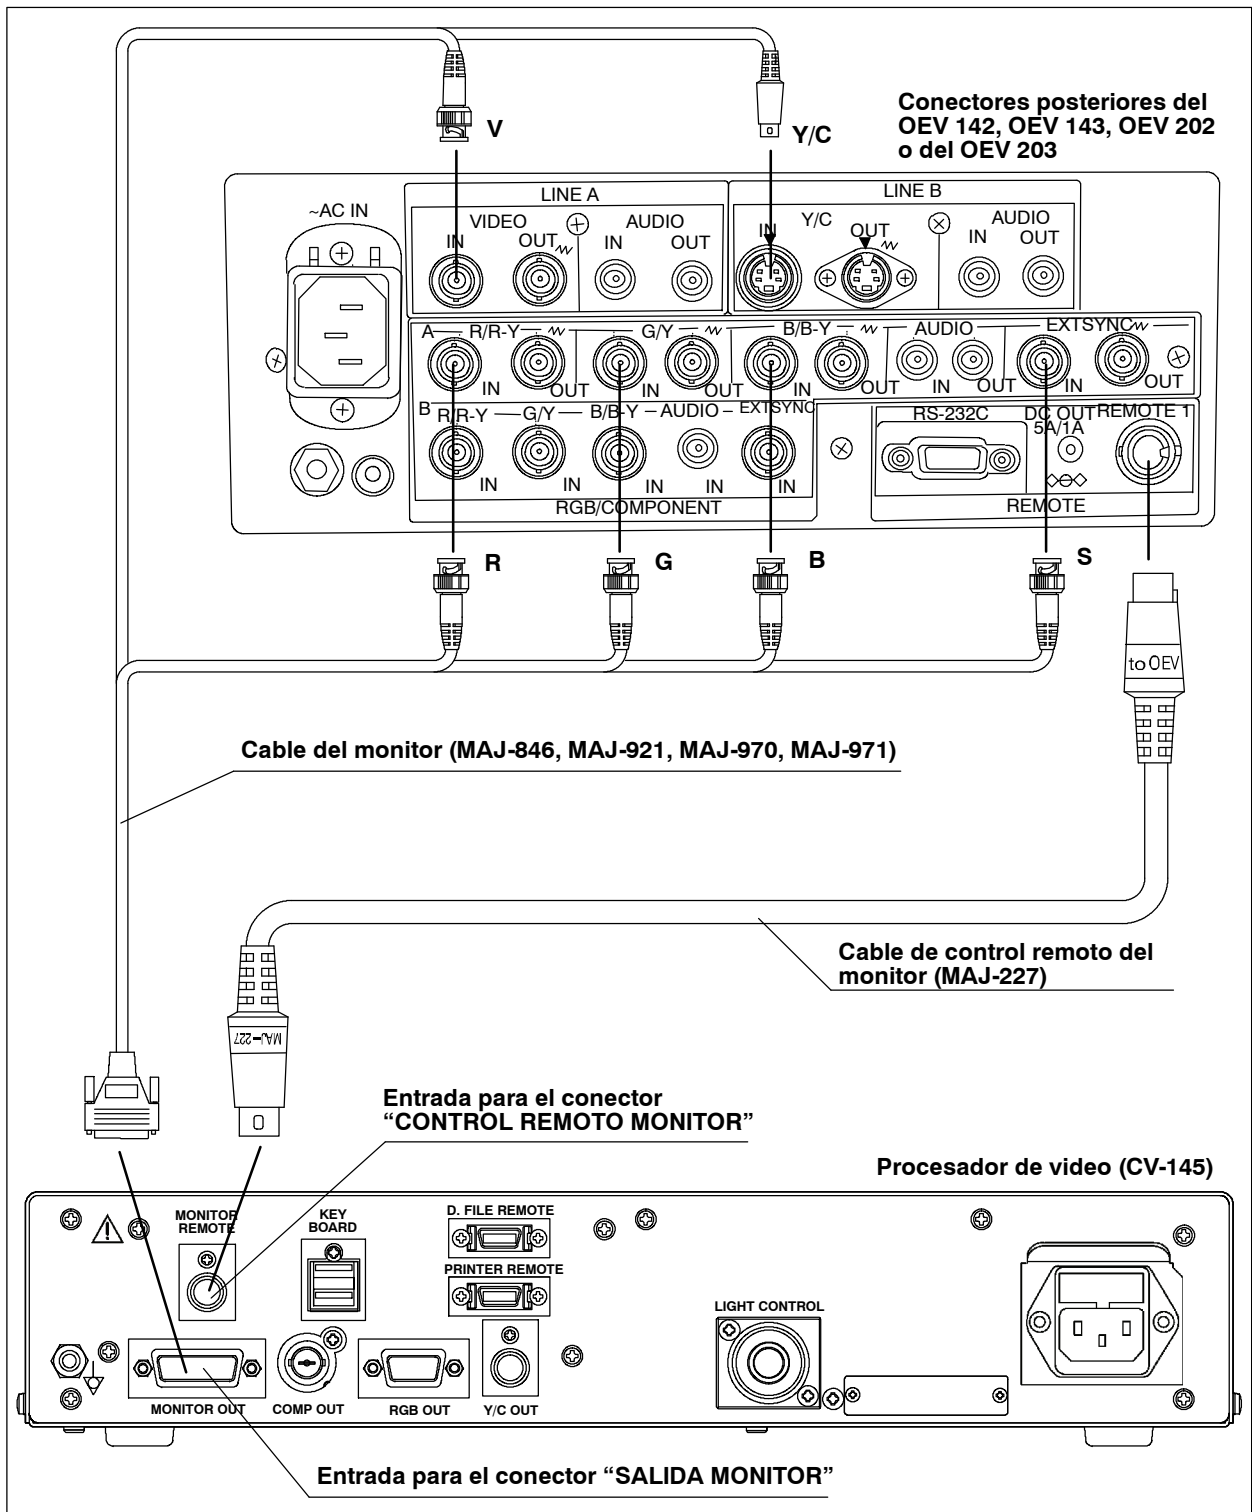

Figura 3.11
3. Conecte el extremo opuesto de este cable al OEV 142, OEV 143, OEV 202 u OEV 203 como se describe en sus respectivos manuales de instrucciones (ver figura 3.11).